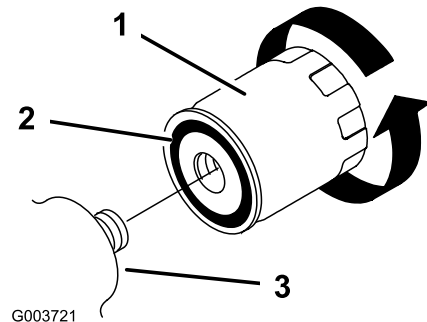

Рисунок 35
4. Снимите старый фильтр (Рисунок 35) и начисто протрите поверхность прокладки переходника фильтра.
5. Нанесите тонкий слой гидравлической жидкости на резиновую прокладку нового фильтра (Рисунок 35).
6. Установите новый фильтр гидравлической системы в переходник фильтра (Рисунок 35). Поверните фильтр гидравлической системы по часовой стрелке так, чтобы резиновая прокладка соприкоснулась с переходником фильтра, после этого затяните фильтр, повернув его еще на 1/2 оборота.